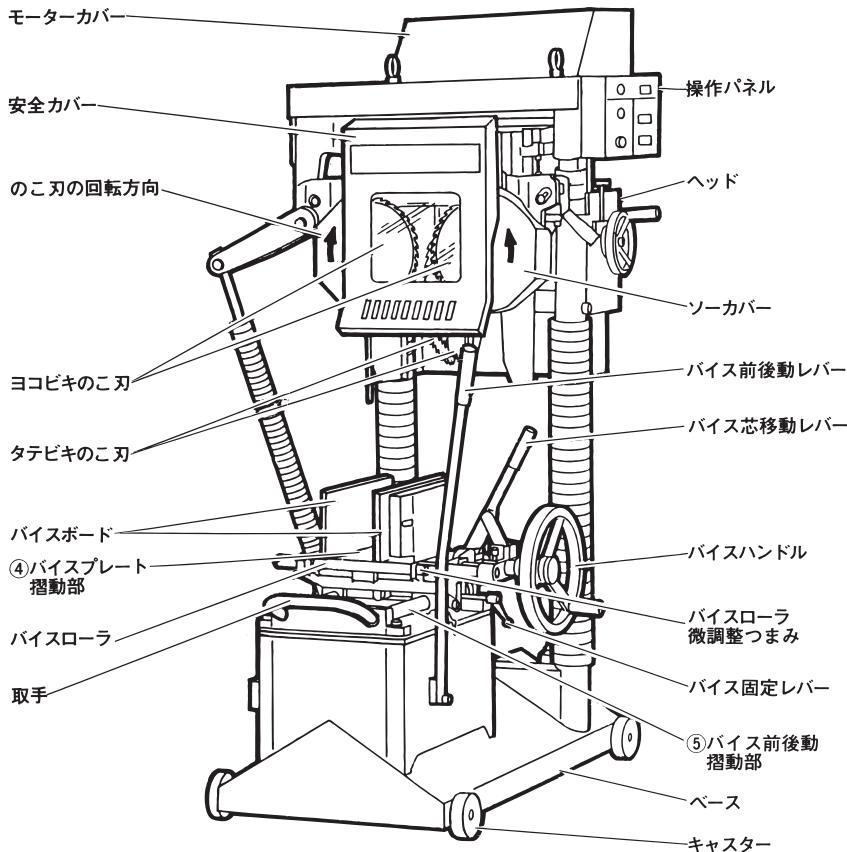

図 1
**注** • 図 1, 2において①, ②, ③, ④, ⑤, ⑥, ⑦はとくに大切な注油場所を示します。
④過負荷表示ランプ	昇降モーターが過負荷になると、過負荷保護装置が作動し、表示ランプが点灯します。このとき、のこ刃の回転と昇降が停止します。
⑤下降速度調整ツマミ	下降速度が選択できます。
⑥ヘッド昇降レバー	レバーを上に倒すと、ヘッド（7ページ図1参照）が上昇し、はなすと、止まります。 レバーを下に倒すと、ヘッドが下降し、はなすと止まります。